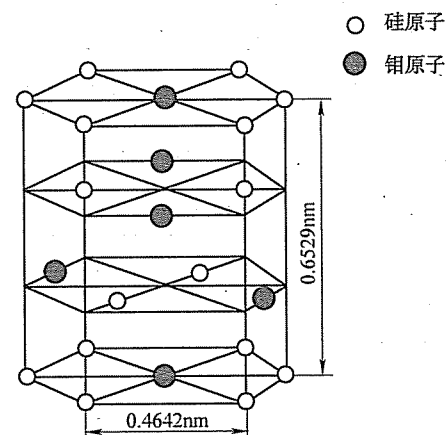
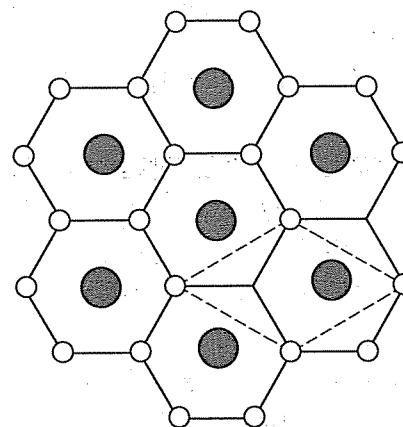

图 2-1 第一题第 1 小题图
图 2-3 第一题第 1 小题解答图
1. 某著作中给出六方点阵  $\text{MoSi}_2$  的错误晶胞如图 2-1 所示。指出其错误所在, 画出一个正确的六方晶胞, 并给出  $a, c$  点阵常数的数值。
1. 图 2-1 中钼原子与硅原子所示位置为非等同点, 不符合节点选取的规则。图 2-3 中虚线所示为正确的六方晶胞的  $(001)$  面。